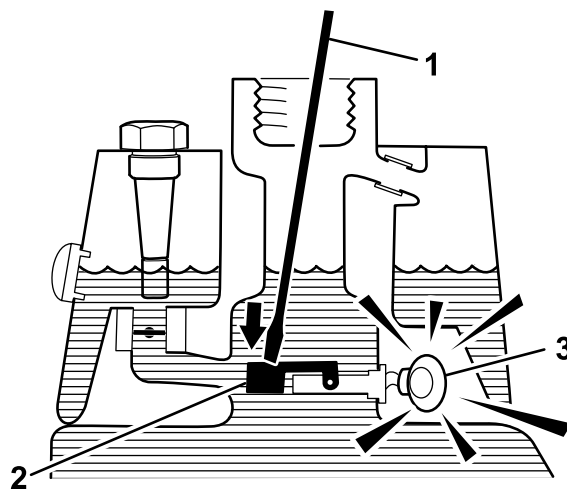

图 60
- 将干净的支杆或螺丝刀插入油箱颈然后轻轻地向下推至浮动开关上图 60 经过 1 秒钟的延迟后警报应响起。